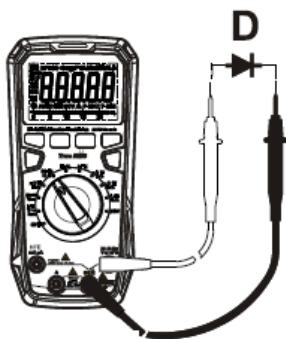

Рисунок. 10
**Проверка диодов (см. рисунок 10)**